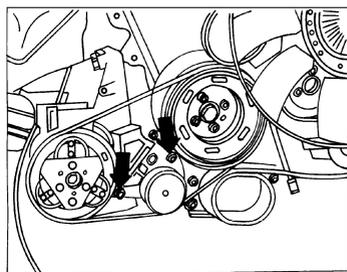

图 2-21 松开多楔带张紧轮的固定螺栓
53) 松开图 2-21 箭头所示压缩机多楔带张紧轮的固定螺栓，并取下多楔带。